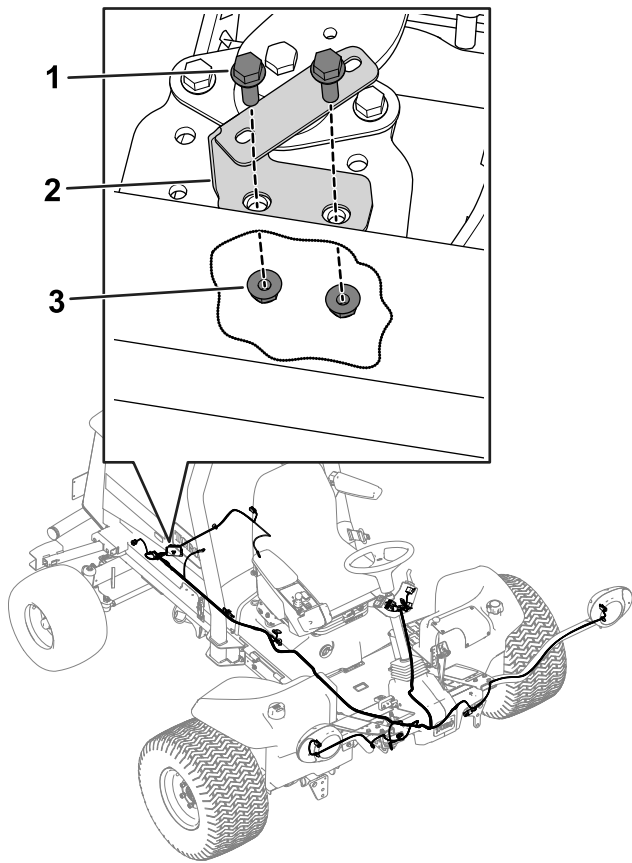

Figura 15
2. Utilizzate 2 bulloni flangiati (5/16" x 1") e 2 dadi flangiati (5/16") per fissare il supporto del portafusibili al telaio di supporto del motore sul lato destro della macchina (Figura 15).